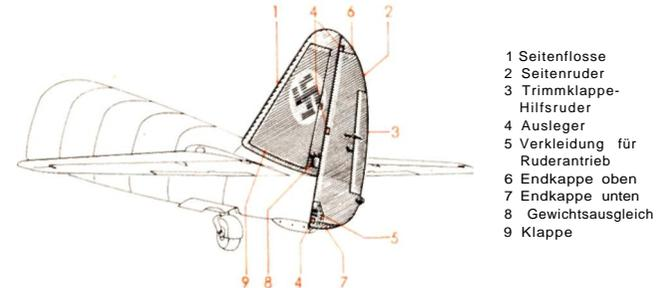

Abb. 6 Seitenleitwerk
Das zentral angeordnete Seitenleitwerk (Abb. 6) ist als Gelenkflügel-Leitwerk mit Gewichtsausgleich an der Stirnkappe ausgeführt und besteht aus Seitenflosse (1) und Ruder (2), an dessen Hinterkante sich eine Trimmklappe (3) befindet, die bei Überschreitung bestimmter Steuerkräfte noch als Hilfsrudder wirkt.